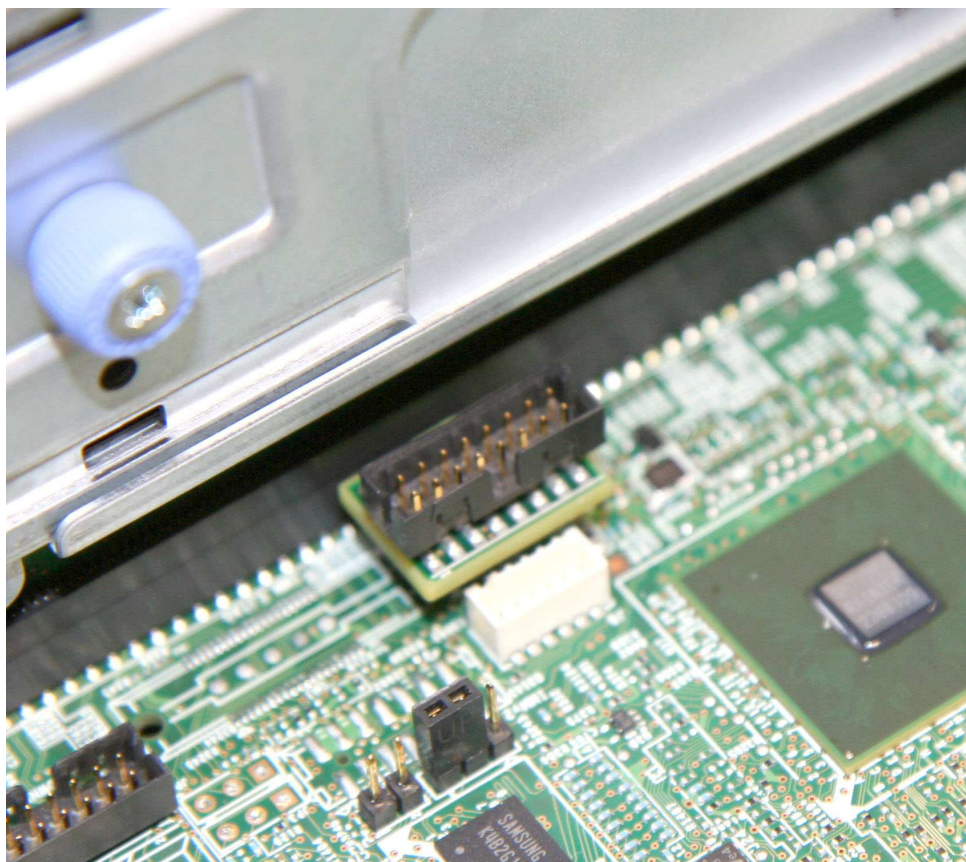

Figura 105. O adaptador LPC que é ajustado no conector LPC da placa-mãe, duas visualizações
3. Remova a placa adaptadora LPC do conector LPC da placa-mãe, como mostrado em Figura 105 na página 128.